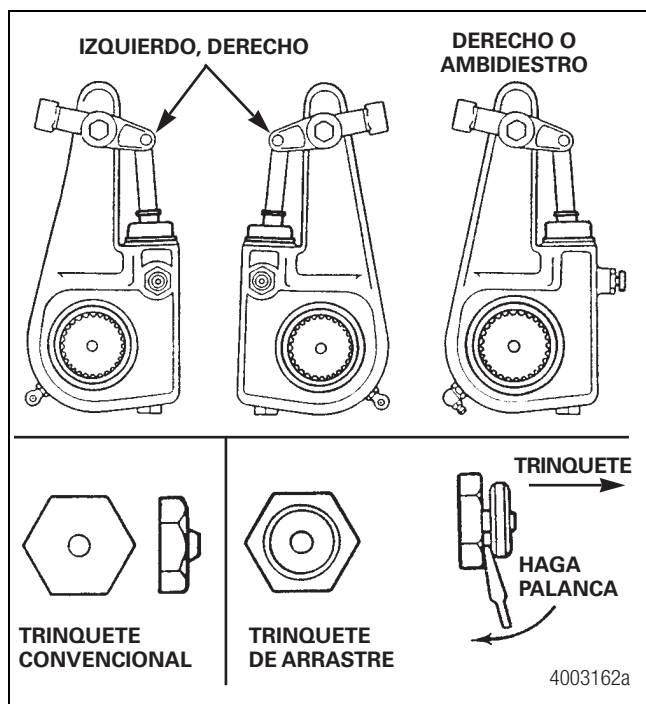

Figura 3.4
6. El ajustador automático de freno viene en dos diseños: izquierdo, derecho, derecho o ambidiestro. En la mayoría de las aplicaciones, conviene instalar un ajustador de freno izquierdo o derecho de modo que el trinquete apunte HACIA EL INTERIOR del vehículo. El trinquete se puede ubicar en cualquiera de los lados o en el FRENTE del ajustador de freno. Figura 3.4.